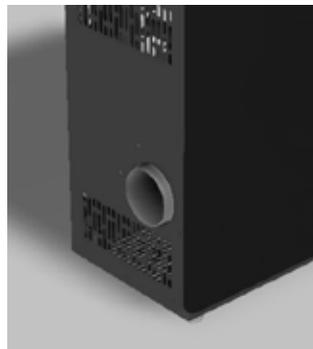

Fig. 22 –pulizia canale del fumo
- Se necessario, pulire i fori ostruiti con un oggetto appuntito (vedere Fig. 22)